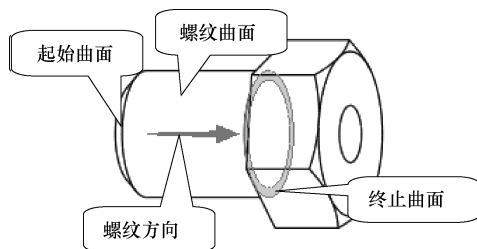
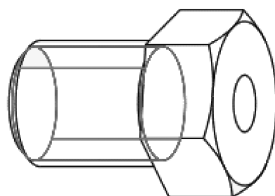

图 4-170 设置螺纹要素 1
图 4-171 完成外螺纹 1
(20) 弹出【修饰：螺纹】对话框，选择外圆柱面作为螺纹曲面，选择左端面外侧倒角面作为起始曲面，在【方向】菜单中选择【正向】选项，默认螺纹方向，如图 4-170 所示。
(21) 在【指定到】菜单中选择【至曲面】|【完成】选项，在模型中选择如图 4-170 所示的环形面作为螺纹终止曲面。
(22) 根据消息区提示，输入直径“36”，单击 ☒ 按钮接受该值作为外螺纹的小径。
(23) 在【特征参数】菜单中选择【完成/返回】选项，完成各项目定义，回到【修饰：螺纹】对话框。在【修饰：螺纹】对话框中单击 按钮，预览生成的螺纹，符合设计要求后，单击 按钮完成第 1 个修饰螺纹，如图 4-171 所示。